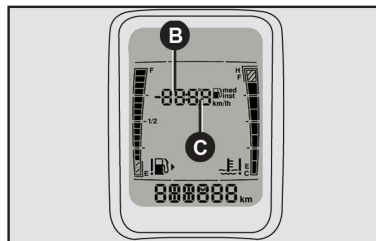

fig. 54
- Presionar prolongadamente (más que 2 segundos) el botón TRIP para empezar la regulación del reloj (las horas son exhibidas en la parte central del display). El campo de horas B-fig. 54 parpadeará.
- Presionar prolongadamente (más que 2 segundos) el botón TRIP para hacer la regulación de los minutos. El campo de horas C-fig. 54 parpadeará.